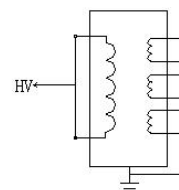

图 6-7 CT 接法
(3)：反接法、电压为 10KV、一次侧对二次侧及地、接线见图 6-7